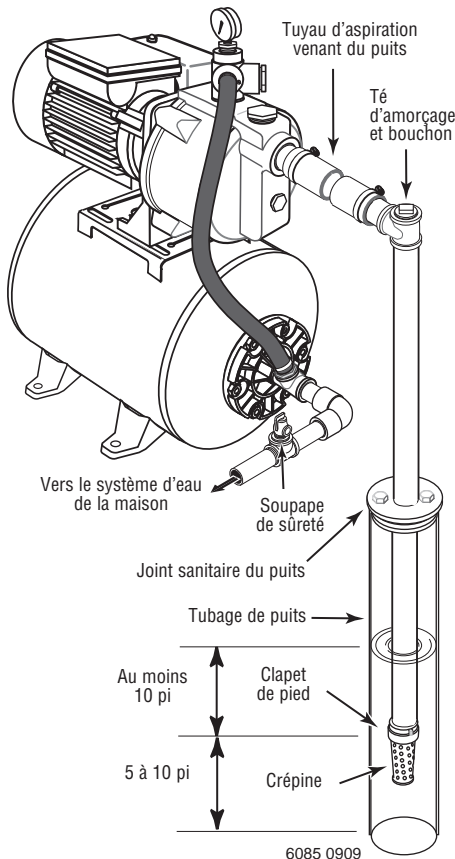

Figure 2 : Installation dans un puits à tubage
Installation sur un puits à tubage de 2 pouces de diamètre ou plus grand (voir la Figure 2)
- 2 ° Brancher le clapet de pied, la crépine et le tuyau du puits (voir la Figure 2). S'assurer que le clapet de pied fonctionne librement.
- 4 ° Poser le té d'amorçage, le bouchon d'amorçage et le tuyau d'aspiration sur la pompe (voir la Figure 2). Brancher le tuyau provenant du puits sur l'orifice d'aspiration de la pompe en utilisant le moins possible de raccords - en particulier des coudes - étant donné que les raccords augmentent le frottement de l'eau dans les tuyaux (il faut toutefois ajouter un clapet de pied — voir la Figure 2). Le diamètre du tuyau d'aspiration doit être au moins aussi grand que le diamètre de l'orifice d'aspiration de la pompe. Supporter le tuyau de façon qu'il ne soit pas cintré afin qu'il n'exerce pas de contraintes sur le corps de la pompe; de plus, il doit être légèrement incliné vers le haut, du puits jusqu'à la pompe (les points hauts risquent de causer des poches et des bouchons d'air dans la pompe). Rendre étanches les raccords du tuyau d'aspiration avec du ruban Téflon™ ou une pâte pour raccords filetés à base de Téflon™. Les raccords doivent être étanches à l'air et à l'eau. *Si le tuyau d'aspiration aspire de l'air, la pompe ne pompera pas l'eau du puits.*